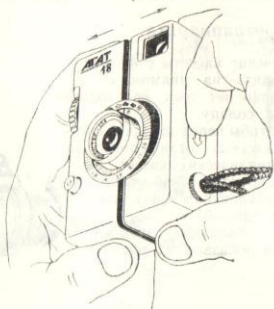

Рис. 6.
5.1.1. Снять крышку объектива, взять в руки фотоаппарат, как это показано на рис. 6.